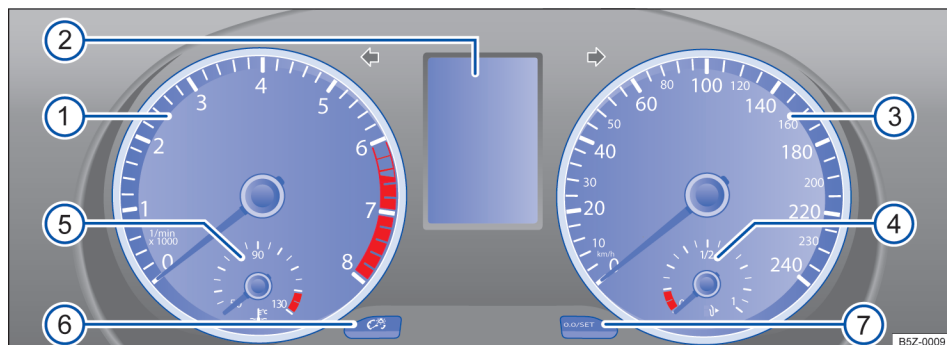

Fig. 11 Instrumento combinado no painel de instrumentos.
Significado dos instrumentos → Fig. 11:
① **Tacômetro (conta-giros)** (rotações x 1000 por minuto do motor em funcionamento). O início da área vermelha do tacômetro (conta-giros) indica a rotação máxima possível do motor rodado e aquecido pelo funcionamento para cada uma das marchas. Antes que a indicação atinja a faixa vermelha, mudar para a próxima marcha mais alta ou tirar o pé do pedal do acelerador → ①.
② **Indicadores do display** → Página 19.
③ **Velocímetro** (medidor de velocidade).
④ **Indicador do nível de combustível** → Página 23.
⑤ **Indicador de temperatura do líquido de arrefecimento do motor**  → Página 24.
⑥ **Botão para regulagem da iluminação do painel de instrumentos**  → Página 78.
⑦ **Botão de ajuste do relógio** ou para trocar entre o indicador da temperatura externa e o relógio **[0.0/SET]**.
- Com a ignição ligada, para ajustar o relógio, se necessário, alterar para o indicador do relógio, pressionar a chave → Fig. 17 ② para cima ou para baixo ou pressionar o botão de ajuste → Fig. 11 ⑦.
⑦ **Botão para reinicializar o indicador do intervalo de serviço** → Página 25